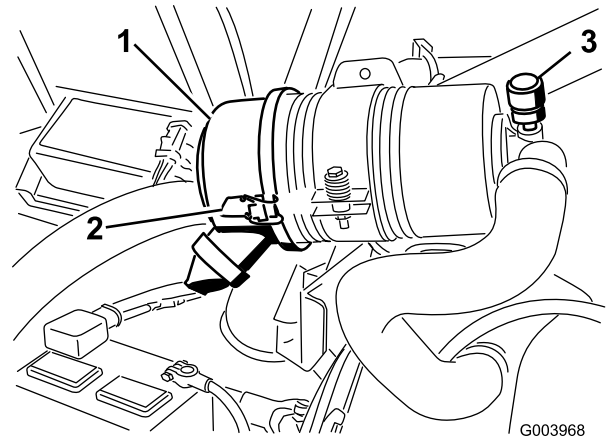

Figura 59
Effettuate la manutenzione del filtro dell'aria quando l'indicatore (Figura 59) lo richiede. Sostituendo il filtro dell'aria prima del necessario si aumenta il rischio che la morchia penetri nel motore quando si toglie il filtro.
1. Rilasciate i fermi che fissano il coperchio del filtro dell'aria al relativo corpo (Figura 59).